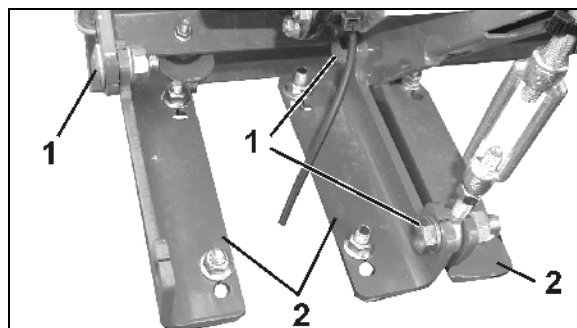

Fig. 25
- 3.2 Høyre side: Løsne 3 skruforbindelser (Fig. 25/1), og fjern 3 koblingsdeler (Fig. 25/2).